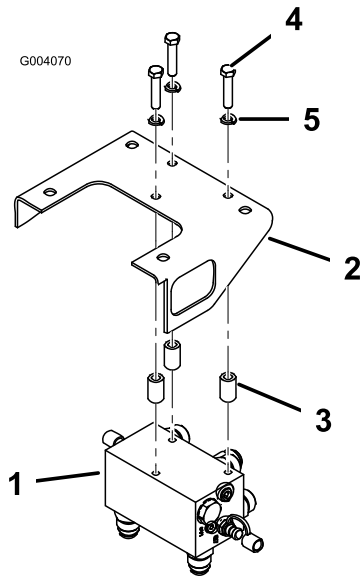

Figure 5
4. Montez le collecteur sur la face inférieure du support au moyen de 3 boulons (3/8" x 1 3/4"), 3 rondelles frein (3/8") et 3 entretoises. Insérez des entretoises entre le support du collecteur et le sommet du collecteur. Le collecteur doit être positionné de sorte que les raccords soient orientés vers l'arrière et le bas (Figure 5).